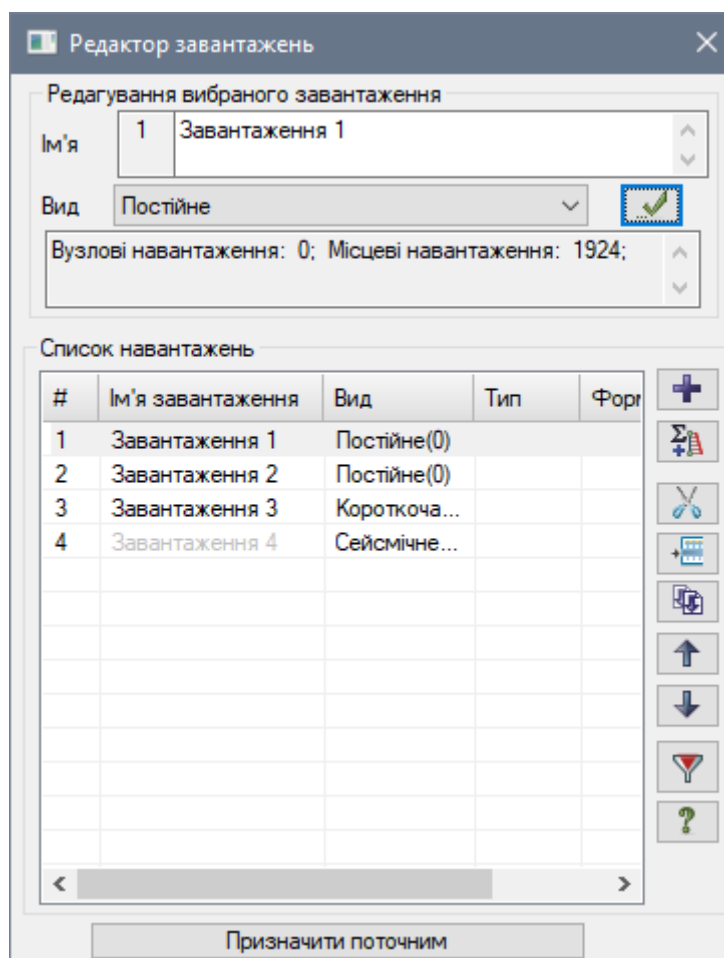

Рис. 4.24. Діалогове вікно Редактор завантажень
- Відкрийте діалогове вікно **Редактор завантажень** (рис. 4.24) натиснувши на кнопку  – **Редактор завантажень** (панель **Навантаження** на вкладці **Створення та редагування**).
Так як від завантажень задавався в діалоговому вікні **Редактор завантажень** (рис. 4.24) таблицю РСЗ можна сформуванати с параметрами, прийнятими за умовчанням для кожного